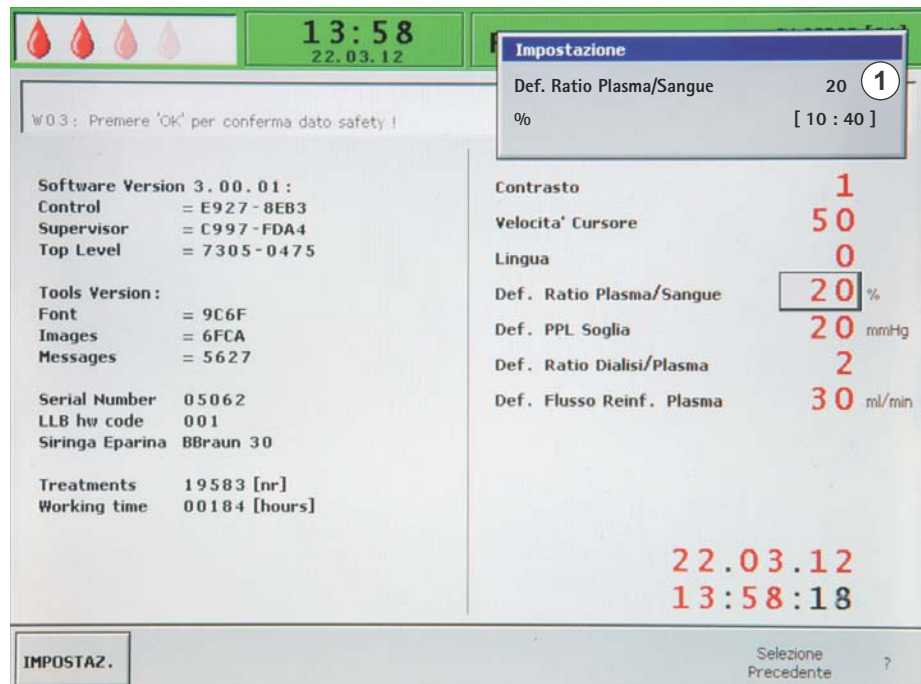

Fig. 3-7 Videata *Impostazioni* – Selezione di un parametro importante per la sicurezza
Se un parametro è importante per la sicurezza del paziente, il valore attualmente impostato è visualizzato nella finestra *Impostazione* al di sopra del range selezionabile (Fig. 3-7 , ①). Inoltre, i LED sopra il tasto *OK* lampeggiano.